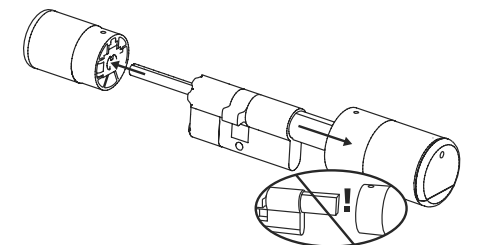

Abb. 3
③ Ziehen Sie den Knauf der Außenseite komplett ab und den der Innenseite soweit wie möglich nach hinten (Abb. 3).